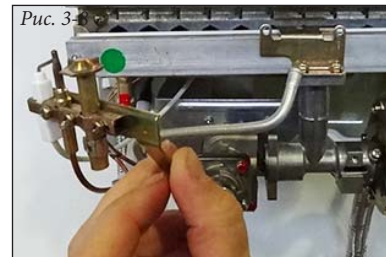

Рис. 3-8
- отодвиньте запальную горелку в сторону (Рис. 3-8);